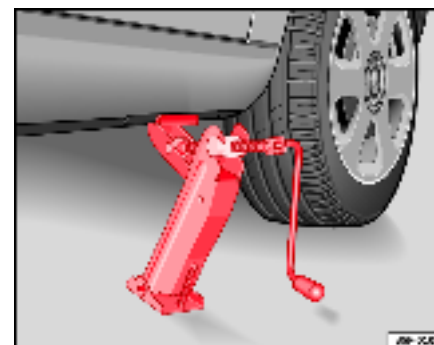

Fig. 177 Mise en place du cric
- Positionnez le cric de façon à ce que son crochet entoure le nerf du longeron inférieur et que la plaque mobile de sa base soit appuyée bien à plat sur le sol ⇒ page 257, fig. 177.